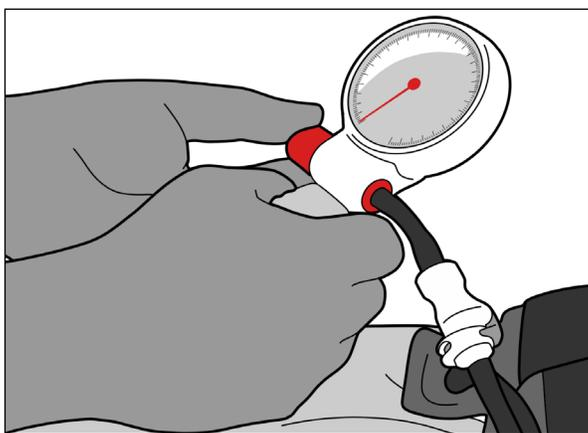

Рис. 18
2. Поверните ручку от себя (рис. 18).